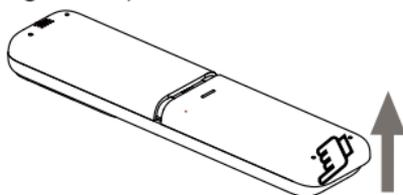

Figura 2.3
- 2) Levante el extremo inferior izquierdo de la tapa de las pilas para abrirla (véase la Figura 2.3).